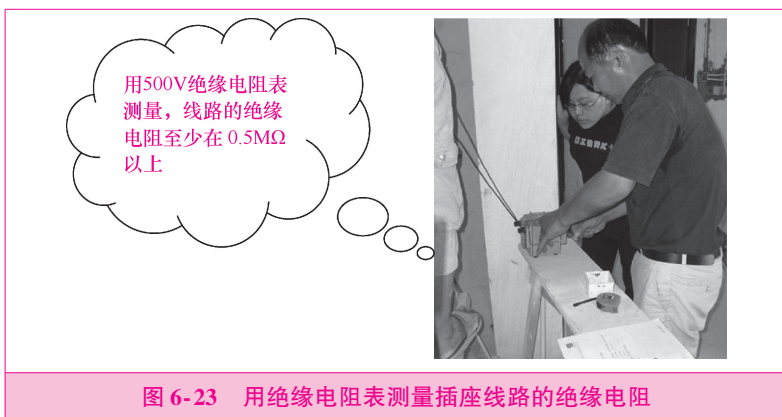

图 6-23 用绝缘电阻表测量插座线路的绝缘电阻
1) 插座安装完毕，送电试运行前应按系统、按单元逐个**摇测**线路的**绝缘电阻**并做好记录，如图 6-23 所示。